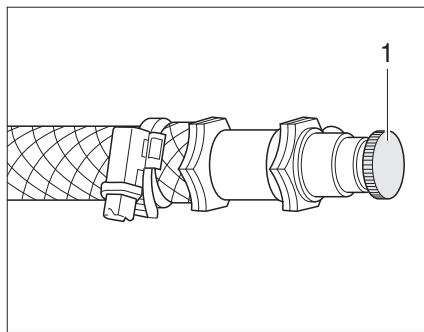

Fig. 164 Soupape de purge pour le chauffage à eau chaude
- Ouvrir la soupape de purge (Fig. 164,1) et la laisser ouverte, jusqu'à ce l'air soit complètement évacué du circuit.